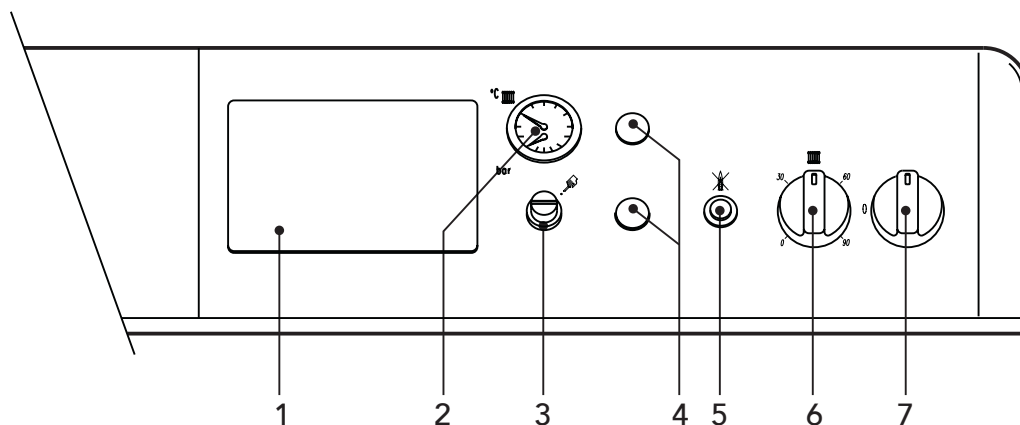

fig. 1
- Posicionar el interruptor "7" sobre la posición 1 (fig. 1).
- En caso de que se dote a la caldera de una centralita electrónica termostática, montada en la posición 1 de la fig. 1, el usuario deberá tener en cuenta también las instrucciones dadas por el fabricante de la misma.
Girando el mando 6 de la fig. 1 en sentido horario la temperatura del agua de calefacción aumenta, en sentido antihorario disminuye. La temperatura puede regularse entre 30°C y 90°C. Aconsejamos, de todos modos, no hacer funcionar la caldera por debajo de 45°C.
Seleccionar mediante termostato el ambiente la temperatura deseada en el interior de los locales. Gobernada por el termostato de ambiente, la caldera se enciende y lleva el agua de la instalación a la temperatura elegida en el termostato de regulación de la caldera "6" de la fig. 1. Cuando se alcanza la temperatura deseada en el interior de los locales el generador se apaga.
La presión de llenado, con la instalación fría, leída sobre el hidrómetro de la caldera "2" de la fig. 1, debe ser de alrededor de 1,0 bar. Si durante el funcionamiento la presión de la instalación descendiese (a causa de la evaporación de los gases disueltos en el agua) a valores inferiores del mínimo antes descrito, el usuario deberá, actuando sobre la llave de llenado, llevando la presión, de nuevo, al valor inicial. Al finalizar la operación, cerrar siempre la llave de llenado.